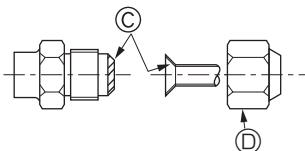

Fig. 4-5
Ⓐ (Fig. 4-5)
4.4. Tubos de conexión (Fig. 4-4) (Fig. 4-5)
[Fig. 4-5]